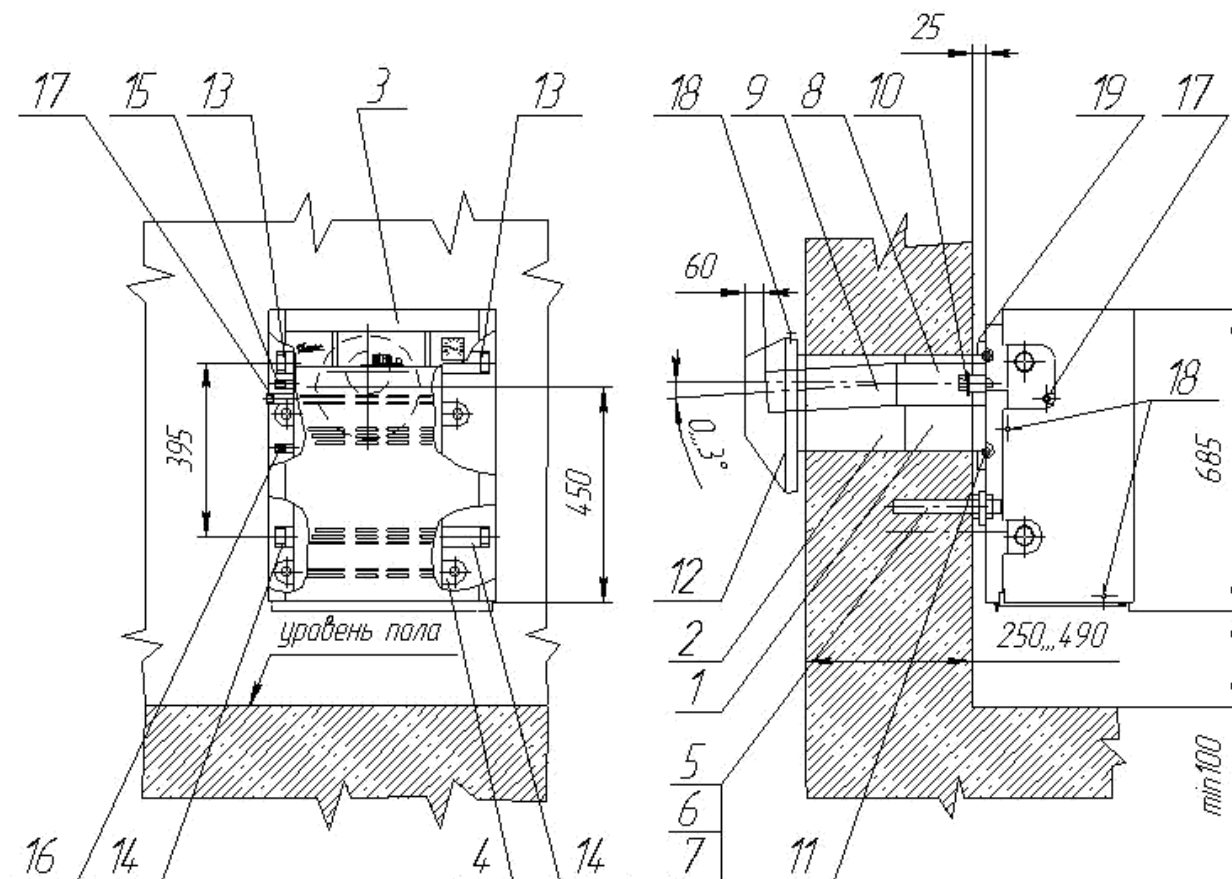

Рисунок 5.
Рисунок 5а.
Снять декоративный кожух, выкрутив винты-18 (Рис.5) крепления кожуха с теплообменником. После всех подсоединений котла кожух установить в обратной последовательности.
При необходимости подключения газа к котлу с другой стороны необходимо высверлить заклепки - 1 (Рис.5а), повернуть переднюю стенку - 2 на 180° и скрепить с боковыми стенками. Вынуть термобаллон - 3 газового клапана из гильзы, открутить трубки - 4 и 5 и термопару - 6, отсоединить колесо поз. 7. Открутив винты - 8 снять клапан, повернуть его на другую сторону и прикрутить. Собрать все в обратной последовательности.
6.3.1. Во внешней стене дома пробить горизонтальный круглый канал диаметром не меньше 240мм (для котлов 7 и 10 кВт) и 270мм (для котлов 12,5 и 15,5 кВт), положение которого должно отвечать положению внешнего кольца котла-20 (Рис.5), для подсоединения патрубка воздухопровода, при этом расстояние от пола к котлу должно быть не меньше 100мм. С целью обеспечения возможности обслуживания газохода в процессе эксплуатации котла, рекомендуется расположить канал под окном или в непосредственной близости от него. При этом необходимо учесть, что для обеспечения установления и снятия котла, а также для снятия
При помощи телескопической трубы 9 (Рис.5) отрегулировать зазор с защитой дымохода 12 таким образом, чтобы пламя на основной и запальной горелке горело ровно без отрыва от горелок.